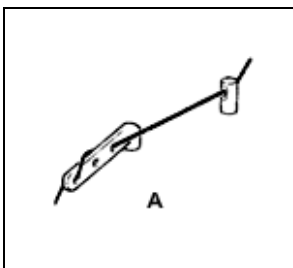
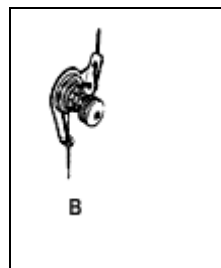
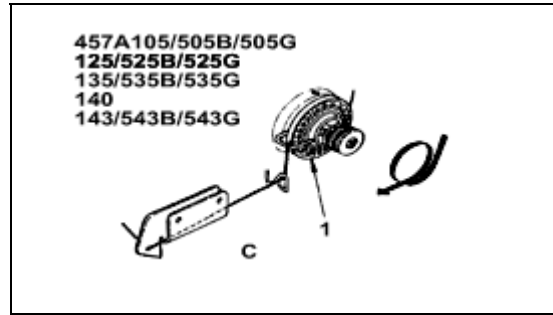
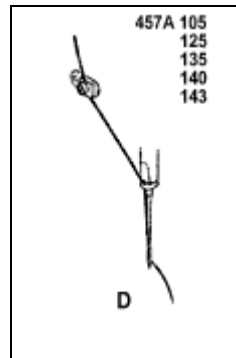

Fig. 10
Fig. 11
Fig. 12
Fig. 14
Passo o fio do desbobinador através dos pontos de passagem A (fig 10), B (fig. 11), C (figs. 12 e 13) e D (fig. 14, 15 e 16) na ordem indicada.
NOTA: Durante a passagem do fio através do ponto de passagem C (fig. 12 e 13), enrole o fio uma vez em volta da roda tensionadora giratório (1).